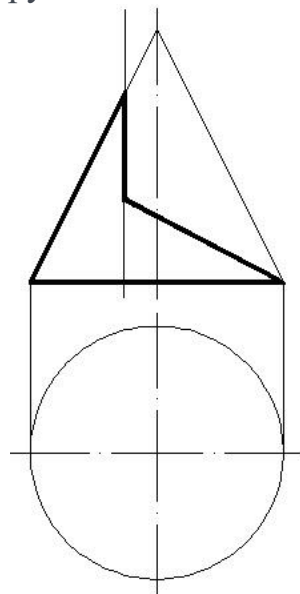

Рис. 19
**Задача 2.** Построить горизонтальную и профильную проекции конуса, срезанного проецирующими плоскостями (рис. 19).